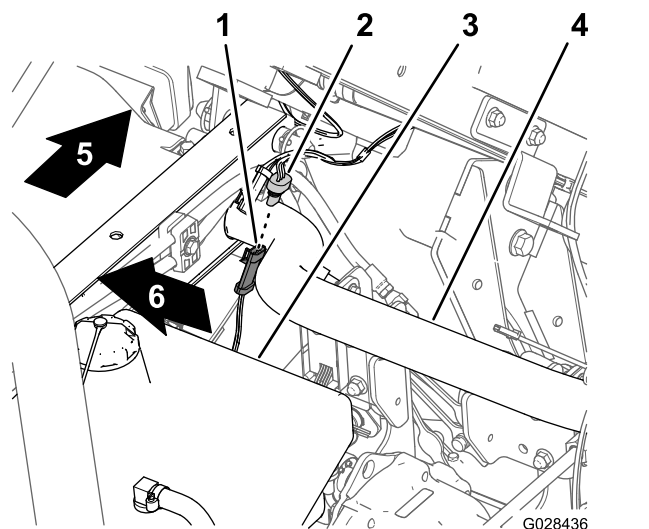

Рисунок 17
1. На жгутах проводов опрыскивателя найдите 3-гнездовой разъем для цепи датчика скорости (Рисунок 17).
2. Вставьте 3-штыревой разъем жгута проводов машины, используемый для датчика скорости, в 3-гнездовой разъем жгута проводов опрыскивателя, используемый для датчика скорости (Рисунок 17).